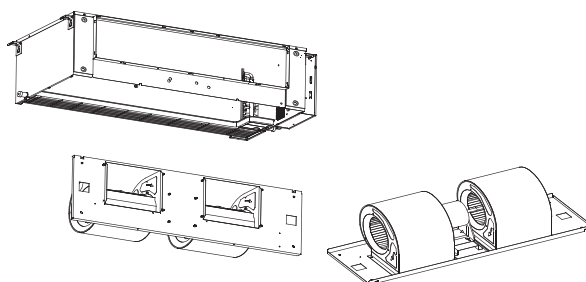

Рис. 9-6
3. Снимите провод двигателя, переднюю панель и отремонтируйте двигатель (см. рис. 9-6).